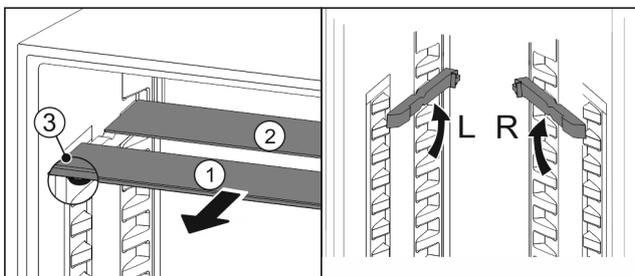

Fig. 28
- ▶ По одной извлеките Fig. 28 (1) стеклянные панели движением вперед.
- ▷ Стеклянная панель Fig. 28 (1) с декоративной планкой лежит спереди.
- ▷ Стопоры Fig. 28 (3) показывают вниз.